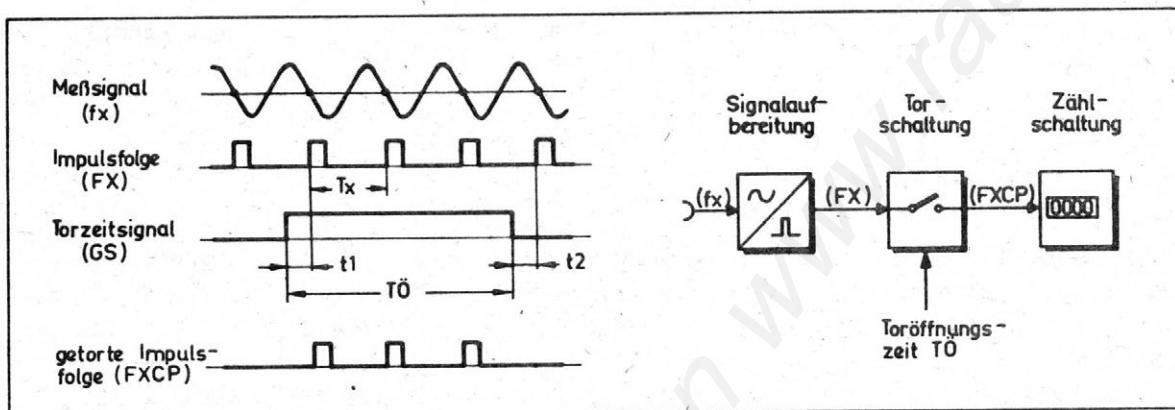

Bild 1: Prinzip des Zählverfahrens
Der Zähler G-2002.500 ist ein Frequenzmesser, der nach dem Zählverfahren arbeitet (Bild 1). Dabei wird über eine Signalaufbereitung zunächst von dem Meßsignal, dessen Frequenz ermittelt werden soll, eine Impulsfolge (FX) abgeleitet. Diese Impulsfolge wird anschließend über eine Torschaltung gegeben, die die Impulse nur während einer bestimmten Zeit (Toröffnungszeit T0) passieren läßt.